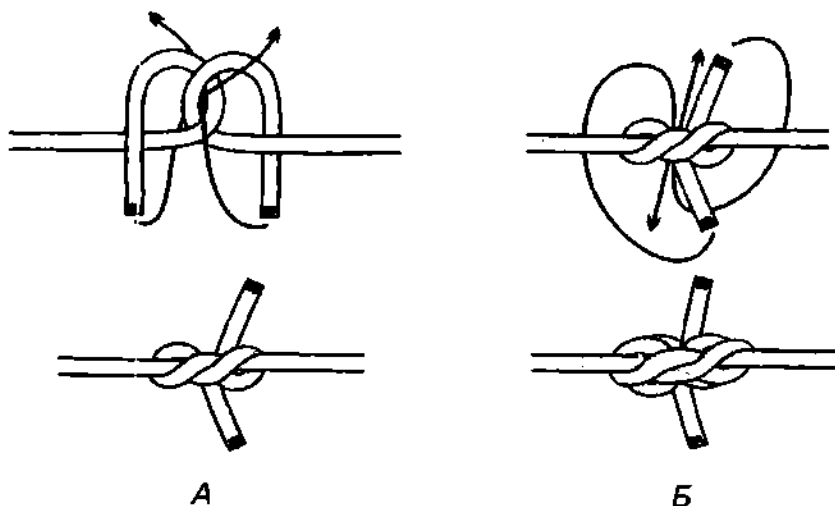

Рис. 836. А – **наutilus**. Б – усиленный **наutilus**.
**Наutilus** простой, но очень надёжный узел (рис. 836). Узел не ползёт, отлично держит и при необходимости легко развязывается. **Наutilus** станет надёжней, если ходовые концы повторно пропустит вовнутрь узла (рис. 836 Б).